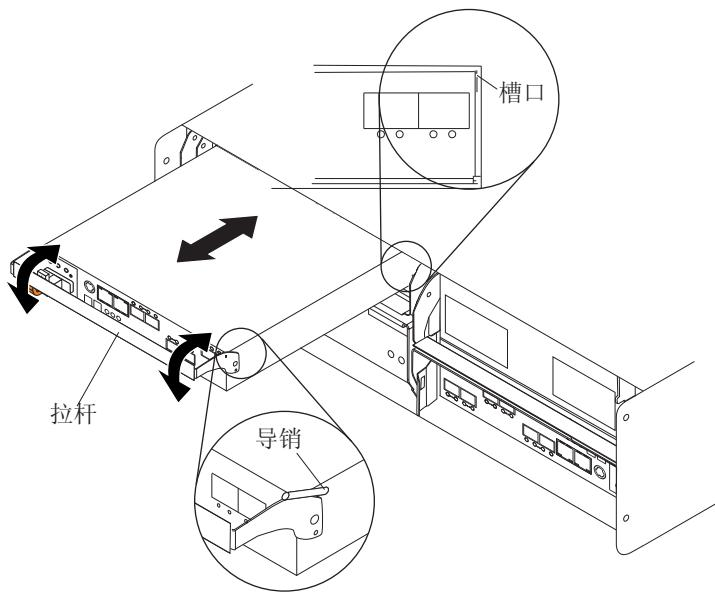

图 78. 安装控制器
- a. 将一个控制器滑入存储子系统的空插槽中。请确保滑入控制器时拉杆是笔直拉出的，如图 78 中所示。